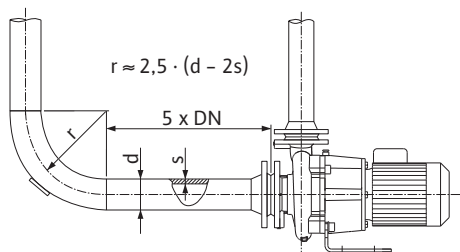
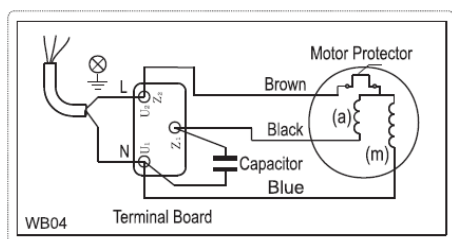

Fig. 4: Успокоителна отсечка преди и след помпата
Fig. 5: Монофазно свързване
- Захранването от мрежата зависи от мощността на мотора P₂, мрежовото напрежение и от вида стартиране. Необходимото свързване на съединителните мостове в клемната кутия е посочено в таблицата по-долу и на Fig. 4 и Fig. 5.